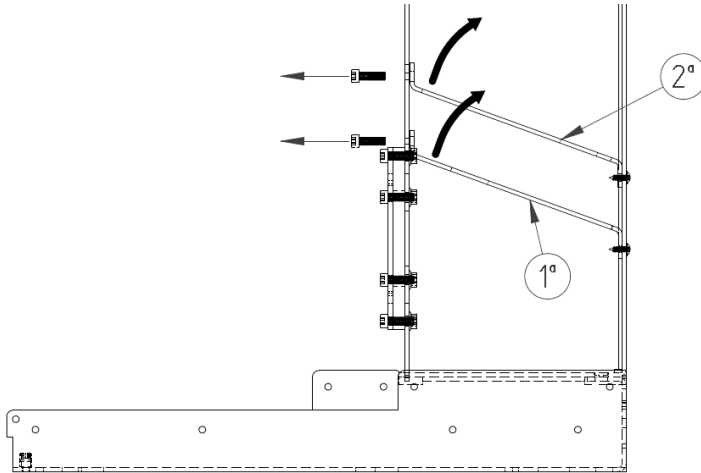

Figure 53 – Démontage des déflecteurs
- Pour retirer les déflecteurs, il faut retirer les deux vis DIN 912 M6x20 (Figure 53).
- Retirer d'abord la plaque du bas (Figure 53) en la faisant tourner légèrement et en la sortant par la trappe ouverte.